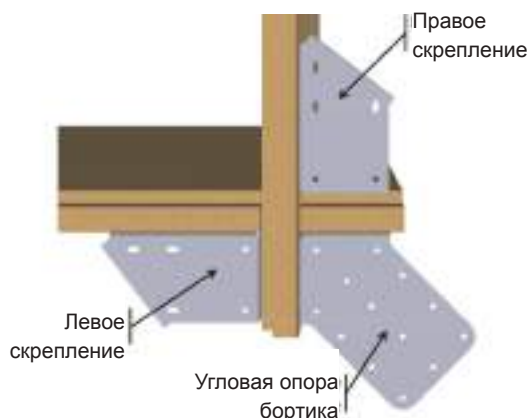

Figure 18 – Установка креплений на углах
- По углам установите четыре “правых” крепления и четыре “левых” крепления, а также четыре угловые опоры бортиков, как показано на **Рисунок 18**. Используйте 4 винта из нержавеющей стали 6 × 20 с шестигранной головкой A2 (пакет G) для каждого кронштейна и 6 винтов из нержавеющей стали 6 × 20 с шестигранной головкой A2 (пакет G) для каждого крепления; в общей сложности 64 винта.